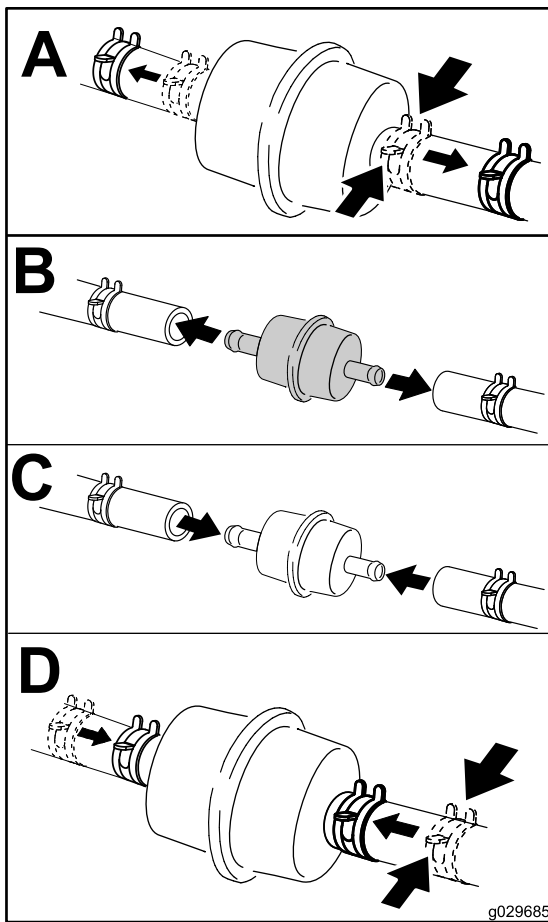

Figure 56
4. Remplacez le filtre à carburant (Figure 56).